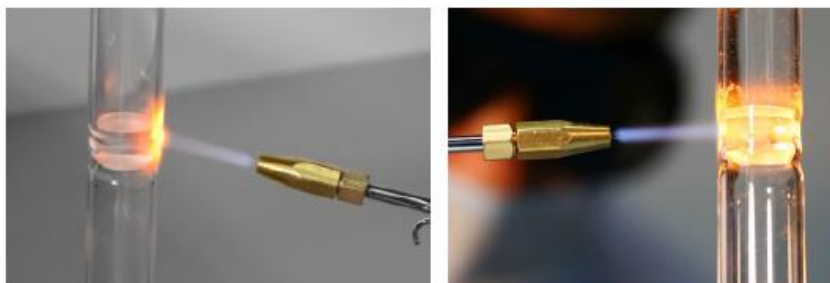

图 4-6 石英管密封示意图
4.4.9 点火并将火焰移到石英柱的位置, 并调至合适的大小, 预热 1-2 分钟(图 4-6);
4.4.11 石英柱和管壁熔融在一起即封管完成(图 4-6), 可关闭火焰。